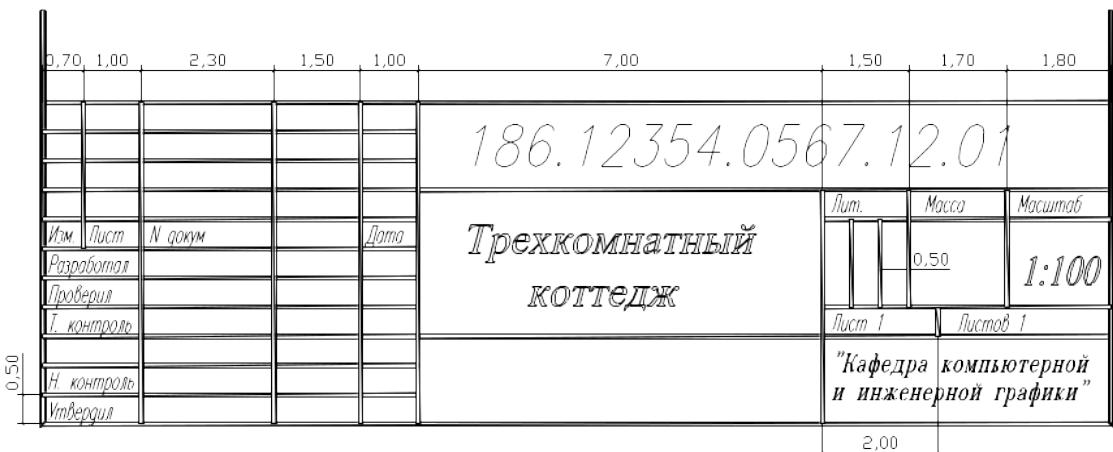

Рис. 43
3. Напечатайте текст в штампе: введите команду **dt**, щелкните на кнопке **Без привязки (Snap to None)**, а затем щелкните в пятой сверху графе самого левого столбца. Угол поворота выберите по умолчанию 0, нажав **Enter**. Напечатайте *Иzm.* И еще раз нажмите **Enter**. При необходимости переместите текст с помощью маркера. Скопируйте текст с помощью команды **Копировать объект (Copy)** или с помощью ручек в те места на штампе, где используется данный стиль шрифта. Измените текст с помощью команды **Ddedit**, выбрав в меню **Modify/Text**, и корректируя надпись согласно рисунка штампа. Для обозначения документа, названия, масштаба сделайте свой стиль (рис. 43).